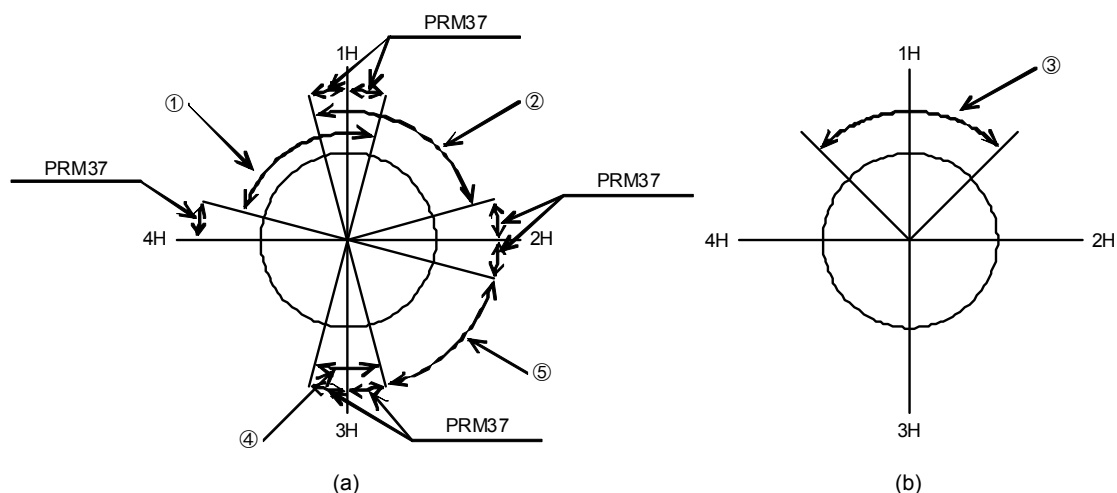

图 7.8 等分分割指定 (G101) 和参数
位于图 7.8（a）中①的范围内时，假如执行了 G101A4;G91A0F□□，则移动到 1H 的位置。
位于图 7.8（a）中②的范围内时，假如执行了 G101A4;G91A0F□□，则移动到 1H 的位置。
位于图 7.8（b）中③的范围内时，假如执行了 G101A4;G91A0F□□，则移动到 1H 的位置（最近的位置）。PRM37 不对动作产生影响。
位于图 7.8（a）中④的范围内时，假如执行了 G101A4;G91A0F□□，则移动到 3H 的位置。
进入图 7.8 (a) 中①的范围内时, 假如执行了 G101A4;G91A-1F□□, 则移动到 4H 的位置。
也就是说, 位于图 7.8 (b) 的范围内时, 假如执行了 G101A4;G91A1F□□, 移动到 2H 的位置; 而执行了 G101A4;G9A-1F□□, 则移动到 4H 的位置。
位于图 7.8 (a) 中④的范围内时, 假如执行了 G101A4;G91A-1F□□, 则移动到 2H 的位置。同样, 位于④的范围内时, 假如执行了 G101A4;G91A1F□□, 则移动到 4H 的位置。位于⑤的范围内时, 在执行了 G101A4 的时点, 警报器 C 动作。
位于图 7.8 (a) 中④的范围内时, 执行了 G101A4;M70;后, 当前的分割位置 (图中, 分割位置 3 • bit 0 和 bit 1) 由 CN3 的 M 代码输出以二进制予以输出。
位于图 7.8 (b) 中③的范围内时, 分割位置 1 (bit 0) 被输出。
位于图 7.8 (a) 中④的范围内时, 执行了 G100A4;M70;后, 当前的分割位置 (图中, 分割位置 3 • bit 0 和 bit 1) 由 CN3 的 M 代码输出予以输出。